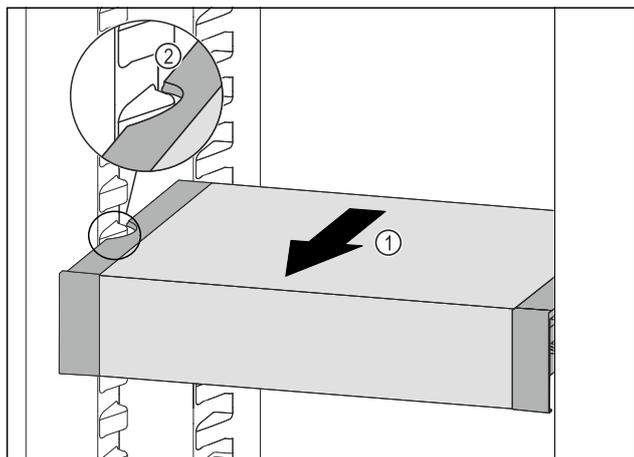

Fig. 82
- ▶ VarioSafe pociągnąć w przód Fig. 82 (1), aż boczne wycięcia szuflady VarioSafe będą się znajdować na wysokości zębów pojemnika w chłodziarce. Fig. 82 (2)